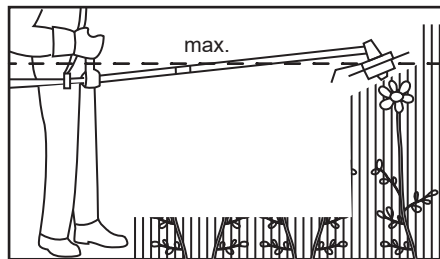

Fig. 19
4. Ne jamais tenir la tête de coupe plus haut que la hanche (Fig. 19), car plus la tête de coupe est tenue haut, plus le risque de projection d'objets est élevé.